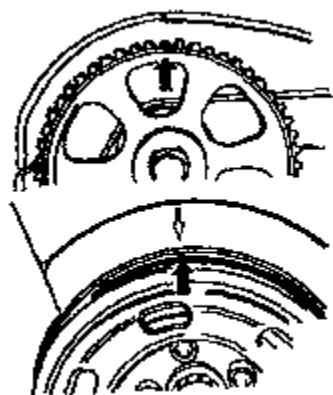

图 2-23 发动机一缸上止点记号
- ①拆下多楔带。
- ②拆下正时带护罩，标记正时带旋转方向。
- ③将发动机旋转成一缸上止点位置，如图 2-23 所示。